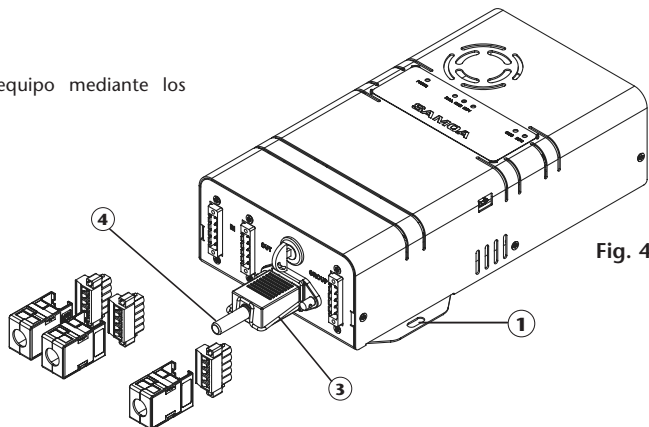

Fig. 4
Wire the supplied IEC connector (4). To avoid the accidental disconnection of the equipment, remember to place the retention kit (3) in the position shown in the Fig. 4.
Cablear el conector IEC suministrado (4). Para evitar la desconexión accidental del equipo, recuerde colocar el kit de retención del conector IEC (3) en la posición mostrada en la Fig. 4.